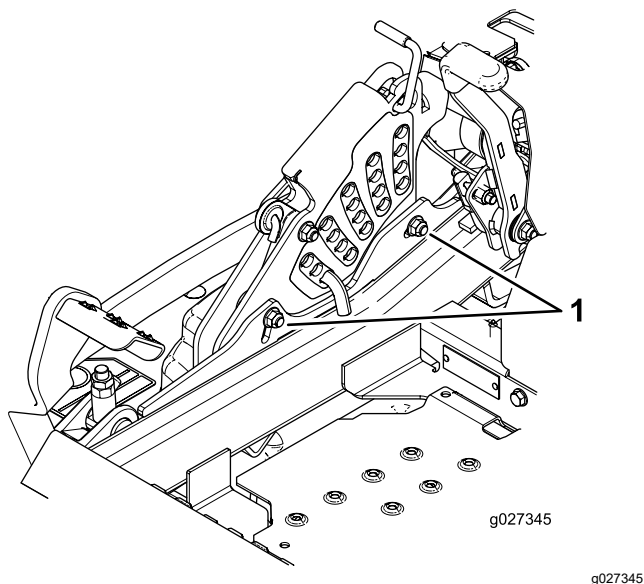

Figure 103
11. Pour régler le système monopoint, desserrez les 2 boulons au bas de la plaque de hauteur de coupe (Figure 103).
13. Serrez les 2 boulons au bas de la plaque de hauteur de coupe (Figure 103).